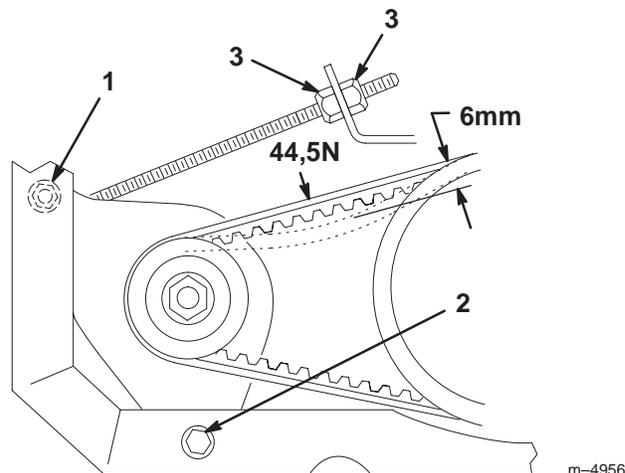

Figure 37
2. Desserrez l'écrou et le boulon pivot de l'alternateur du démarreur (Fig. 37).
3. Vissez plus ou moins les écrous de blocage sur la tige du démarreur (Fig. 37) jusqu'à ce que la courroie présente une flèche de 6 mm lorsqu'une force de 44,5 Nm est exercée
4. Serrez l'écrou et le boulon pivot de l'alternateur du démarreur (Fig. 37).